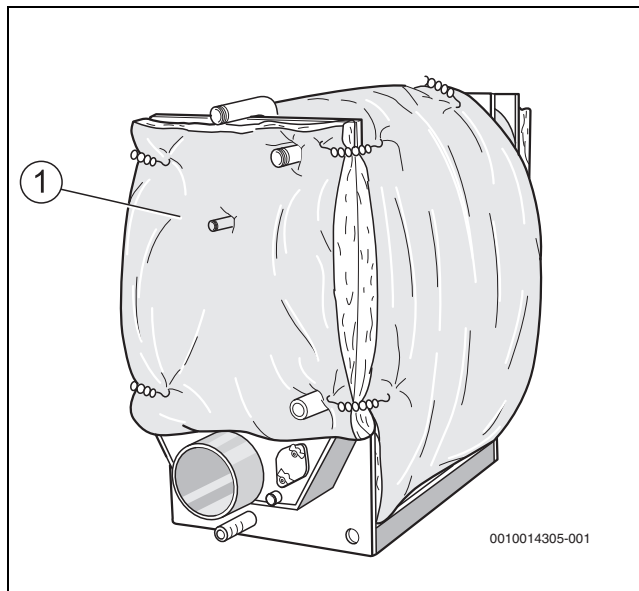

Fig. 11 Montarea și fixarea izolației termice pentru peretele din spate
- ▶ Amplasați izolația termică a peretelui posterior [1] (→ fig. 11, pagina 18) conform decupajelor pe peretele posterior al cazanului și fixați în dreapta și în stânga pe prelata termoizolantă cu 4 arcuri de prindere.